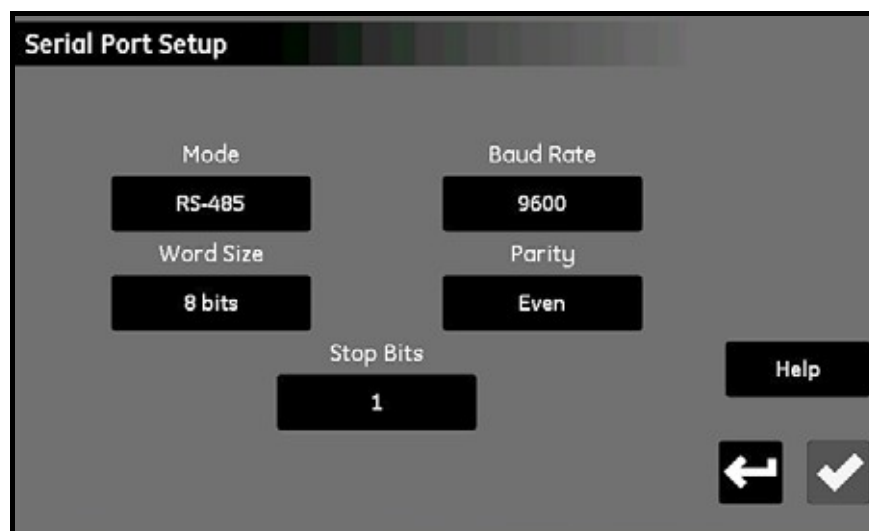

図67：シリアルポート設定（Serial Port Setup）画面
1. 構成メニュー画面（57 ページ図 52 参照）から、Serial Port ボタンをタップし、下図 67 に類似の Serial Port Setup 画面を開きます。